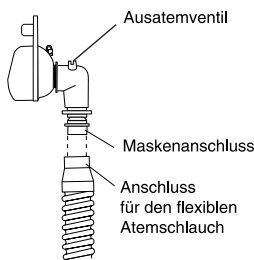

Abb. 5-4 Anschließen einer Maske mit integriertem Ausatemventil
- A. Bei Verwendung einer Maske mit eingebautem Ausatemventil den Maskenanschluss an den flexiblen Atemschlauch anschließen (siehe Abb. 5-4).